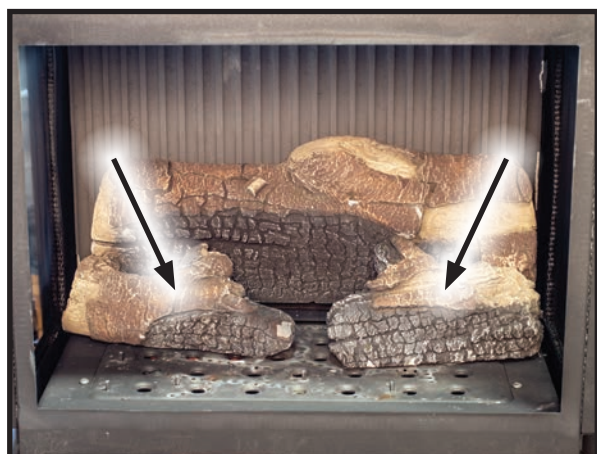

Figure 51. emplacement de la bûche de bois #5 et #6
2. Placez le journal n° 5 à gauche et le journal n° 6 à droite devant le journal n° 8. Alignez les trous du bas avec les broches du plateau du brûleur (Figure 51).